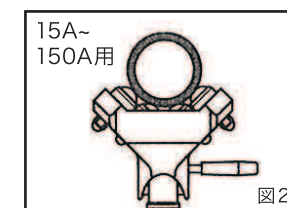

図2
・アダプター2を使用するときは「15A～150A用」のキャスター部（適合機種図2参照）をご使用ください。小口径用のキャスター部が使われるとバランスをくずし、事故やケガの原因になります。
1. 抜け止めリングを取り外す場合は図2の要領で行ってください。